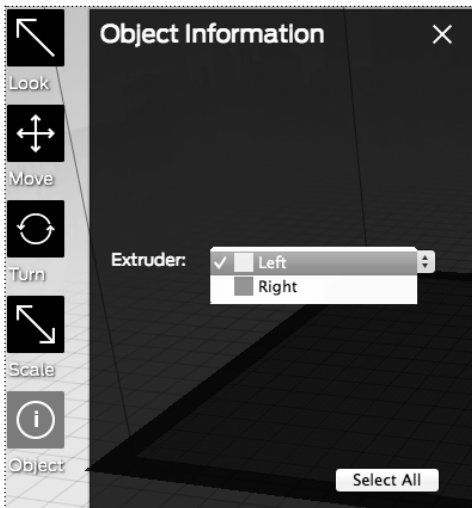

Рис. 9.4
12. В подменю Object Information (Информация об объекте), в поле Extruder (Экструдер) выберите, каким экструдером будет печататься часть объекта Lotus\_color1.stl [Рис. 9.4].